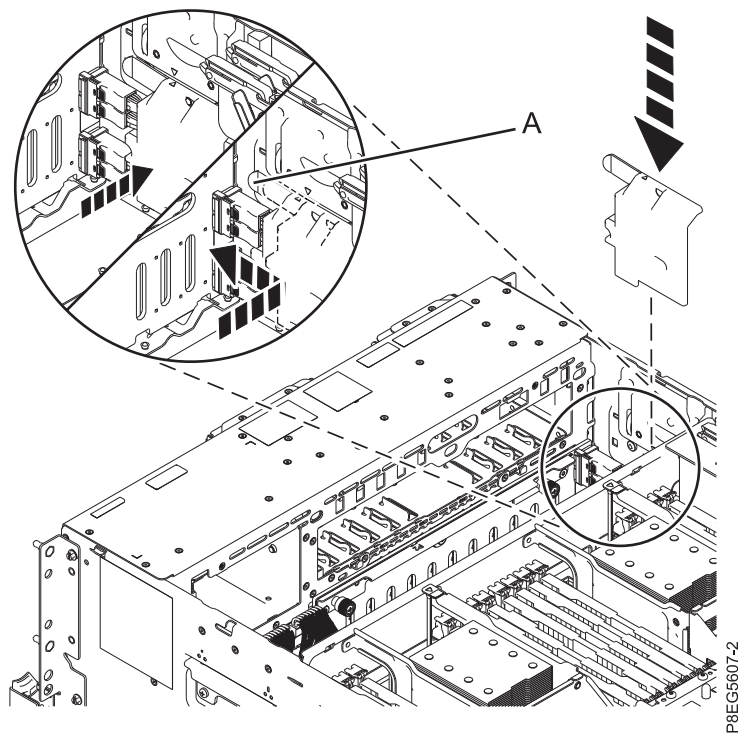

図 9. SAS ケーブル・カバーの再取り付け
17. SAS ケーブル・カバーを再取り付けします。カバー・スロットをシャーシの側面にあるピンの上に置きます。カバーのスロットとピンが正しく位置合わせされると、SAS ケーブル・カバー上の三角形の記号がシャーシの側面にある三角形の記号とぴったり合います。ハンドル (A) が所定の位置でラッチが掛かるまで、カバーをシステム前部に向けて前方に押します。 10 ページの図 9 を参照してください。